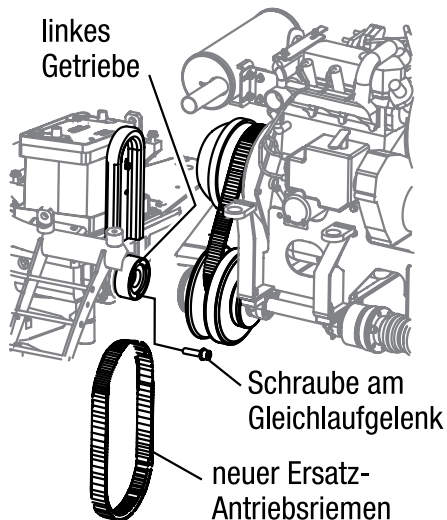

Abb. 21. Anbringen eines neuen Ersatzriemens
Zum Anbringen eines neuen Ersatzriemens muss das Gleichlaufgelenk vom linken Getriebe entfernt werden, siehe Abb. 21.
4. Nachdem das Gleichlaufgelenk vom linken Getriebe gelöst wurde, das Gleichlaufgelenk nach innen schieben, damit zwischen Getriebe und Gleichlaufgelenk eine Lücke entsteht (Abb. 21). Den Ersatzriemen zwischen der Getriebekupplung und dem Gleichlaufgelenk einschieben. Darauf achten, dass der Ersatzriemen nicht mit Schmierfett oder Öl verunreinigt wird, wenn er zwischen Gleichlaufgelenk und Getriebekupplung durchgeführt wird.